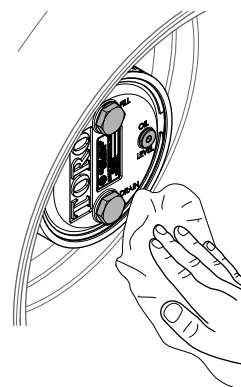

Figure 68
3. Essuyez soigneusement les carters de frein et de train planétaire (Figure 68).